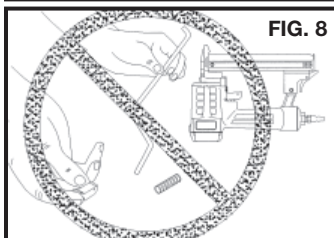

FIG. 8
13. **Nunca use uma ferramenta que esteja vazando ar, cujas peças estejam faltando ou danificadas ou que precise de conserto.** Assegure-se de que todos os parafusos e tampas estejam seguramente apertados. Fig. 8.
14. **Nunca use a ferramenta se o mecanismo de segurança, o gatilho ou as molas não estiverem funcionando ou estiverem faltando ou danificados.** Não altere ou remova o mecanismo de segurança, o gatilho ou as molas. Faça inspeções diárias da movimentação livre do gatilho e do mecanismo de segurança. Fig. 8.